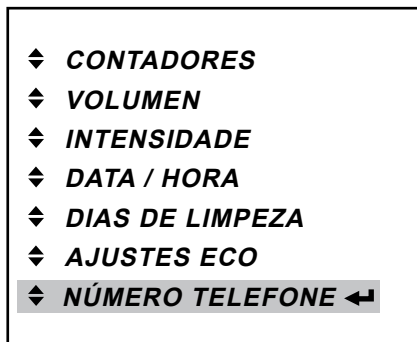

Fig. 44
- Prima a tecla Enter ◀ para aceder ao menu «NÚMERO TELEFONE». (Fig. 44)